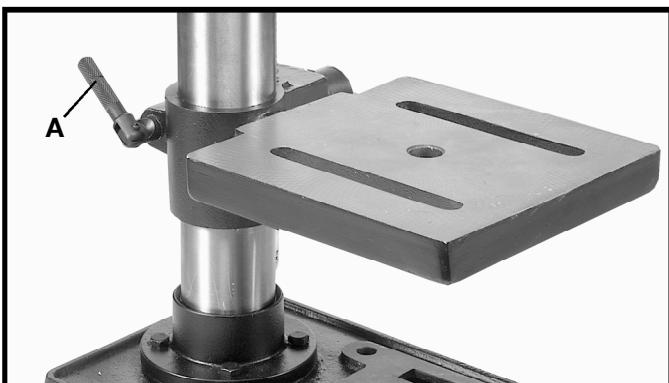
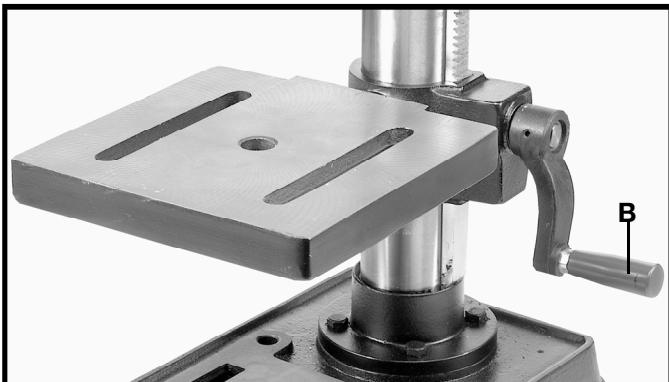

Fig. 20
Fig. 21
1. La mesa puede ser elevada o bajada sobre la columna de la taladradora mediante el aflojado de la agarradera de abrazadera de mesa (A) Fig. 20, y virando la agarradera de elevación y bajado de mesa (B) Fig. 21. Despues de que la mesa se encuentre a la altura deseada, apriete la agarradera (A) Fig. 20. **NOTA:** La colocación final de la taladradora siempre debe ser desde la posición inferior hasta la posición superior.
2. La mesa puede ser girada a 360 grados sobre la columna mediante el aflojamiento de la agarradera de la abrazadera (A) Fig. 20, girando la mesa a la posición deseada, y apretando la agarradera de abrazadera nuevamente (A).